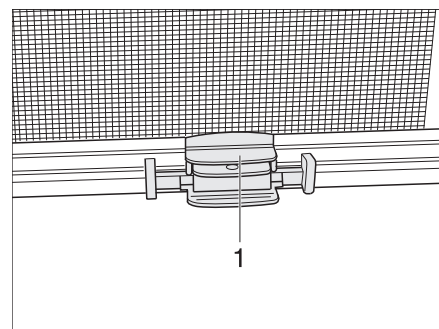

Fig. 49 Store
- Saisir la barre de fermeture (Fig. 49,1) de la moustiquaire par le centre et l'amener à la barre de fermeture du store occultant.
- Maintenir la barre de fermeture (Fig. 49,1) de la moustiquaire et actionner le cliquet d'encliquetage.